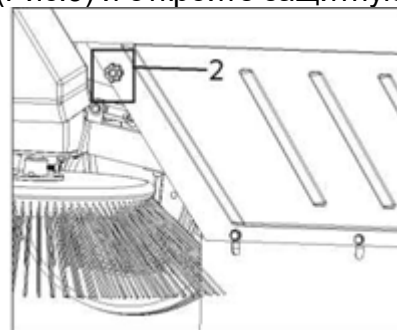

Рис.3
1. Отвинтите звездообразную гайку 2 слева (Рис.3) и откройте защитную пластину.